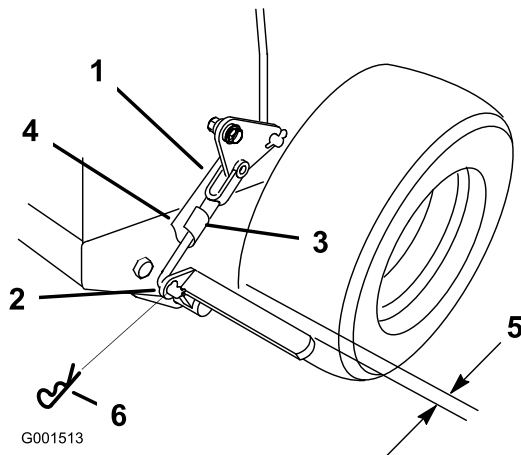

Bild 42
3. Entfernen Sie den Federsplint aus dem Bremsenunterlenker (Bild 42).
4. Drehen Sie den Bremsunterlenker-Bügel nach rechts in den Bügel, um die Feststellbremse anzuziehen, drehen Sie den Bremsgestängebügel nach links aus dem Bügel heraus, um die Feststellbremse zu lösen (Bild 42).
Hinweis: Zwischen dem Reifen und der flachen Stange sollte ein Abstand von 6 mm bestehen, wenn die Feststellbremse gelöst ist (Bild 42).
5. Befestigen Sie den Unterlenker mit dem Splint und dem Lastösenbolzen am unteren Bremshebel (Bild 42).